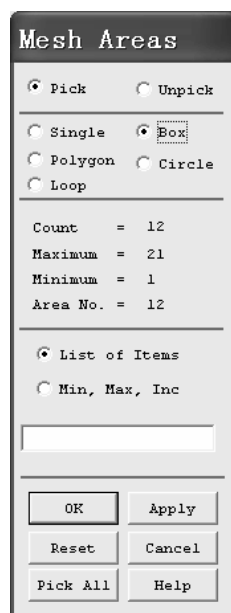

图 10-83 “Mesh Areas” 窗口
(7) 依次选择 Main Menu>Preprocessor>Meshing>Mesh Attributes>Default Attrs, 弹出“Meshing Attributes”窗口。在该窗口 “[TYPE] Element type number” 后的方框中选择 “1 SHELL163”, 在 “[MAT] Material number” 后的方框中选择 “3”, 然后单击 “OK” 按钮。
(8) 依次选择 Main Menu>Preprocessor>Meshing>MeshTool, 弹出 “MeshTool” 窗口。选中 “Shape:” 后的 “Quad” 和 “Mapped”, 然后单击 “Mesh” 按钮, 弹出 “Mesh Areas” 窗口 (见图 10-83), 然后选中该窗口上的 “Box”。